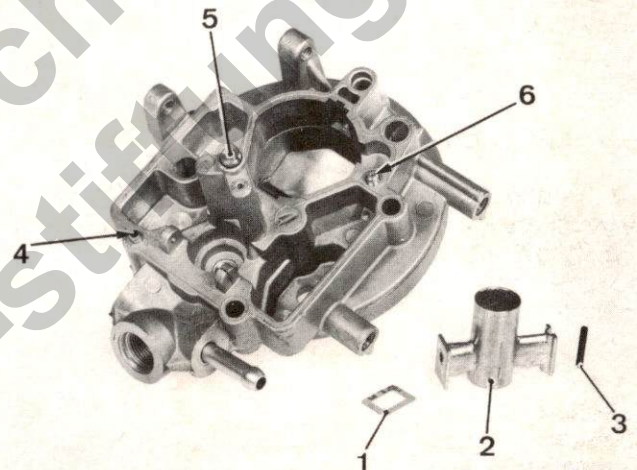

Abb. 18
- Mittels Zange den **Zerstäuber** (Abb. 18) herausnehmen. Überprüfen, ob die **Zerstäuberichtung** einwandfrei gezeichnete Dichtprofile aufweist; sollte dies nicht der Fall sein, so sind Zerstäuber und **Spannstift** auszutauschen. Die Zerstäuberichtung bei jedem Eingriff austauschen.